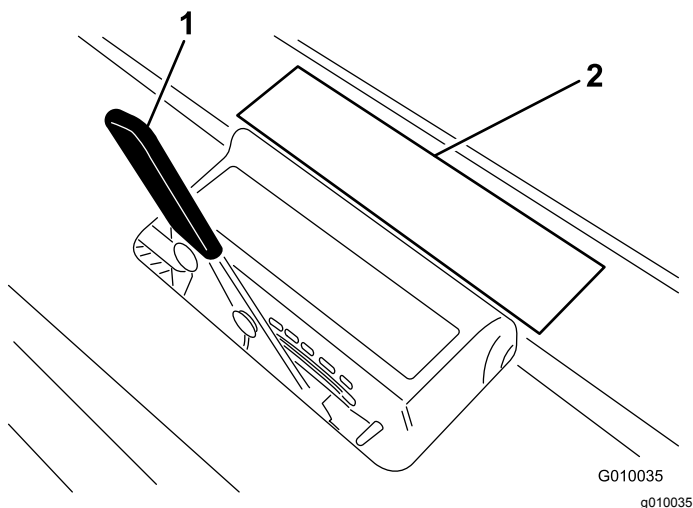

Figura 18
3. Appoggiate la fustella sull'adesivo di profondità delle fustelle (Figura 18) con un'estremità allineata con la profondità di arieggiatura desiderata (fate riferimento alla sovrapposizione della fustella sull'adesivo).